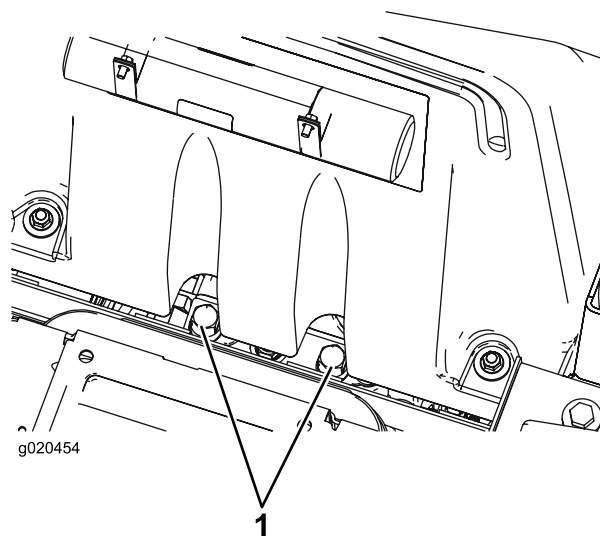

Figura 30
1. Sollevate il sedile e individuate le valvole di bypass, che sono posizionate sotto la parte anteriore del serbatoio del carburante (Figura 30).